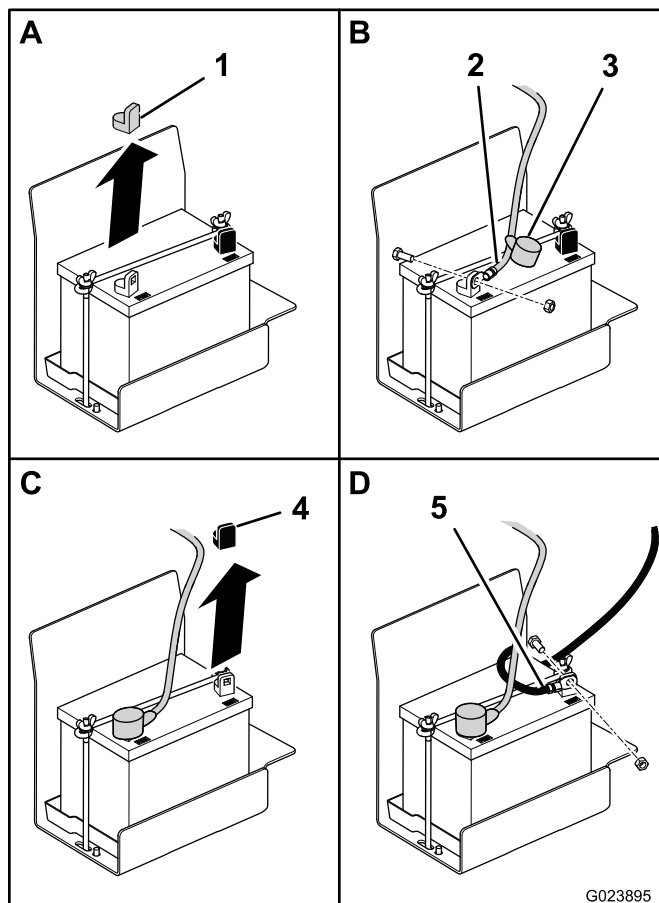

Figura 5
2. Retire a cobertura de plástico vermelha do terminal positivo da bateria (Figura 5).